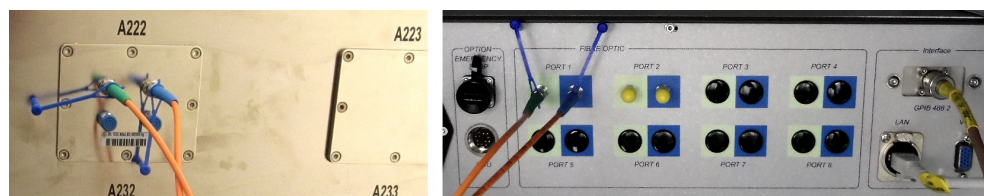

Figure 6-3 : Branchements de contrôle fibre optique (FO)
Les branchements de contrôle FO codés par couleur (vert et bleu) dans Figure 6-3 correspondent aux directions d'émission (TX) et de réception (RX), respectivement.